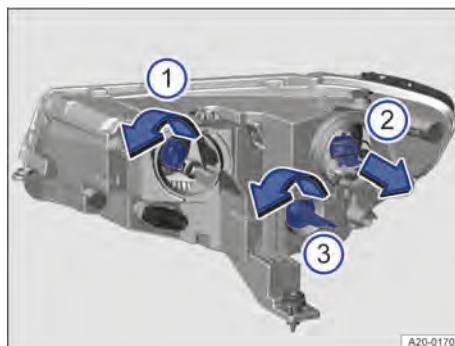

Abb. 173 Im Motorraum: Glühlampen im rechten Frontscheinwerfer wechseln.
2. Lampenhalter bis zum Anschlag in Pfeilrichtung drehen und nach hinten herausziehen → Abb. 173 ①.
4. Lampenhalter in den Scheinwerfer einsetzen und entgegen der Pfeilrichtung bis zum Anschlag drehen → Abb. 173 ①.
2. Lampenhalter in Pfeilrichtung herausziehen → Abb. 173 ②.
4. Lampenhalter in den Scheinwerfer einsetzen und entgegen der Pfeilrichtung hineindrücken → Abb. 173 ②.
1. Lampenhalter bis zum Anschlag in Pfeilrichtung drehen und nach hinten herausziehen → Abb. 173 ③.
3. Lampenhalter in den Scheinwerfer einsetzen und entgegen der Pfeilrichtung bis zum Anschlag drehen → Abb. 173 ③.